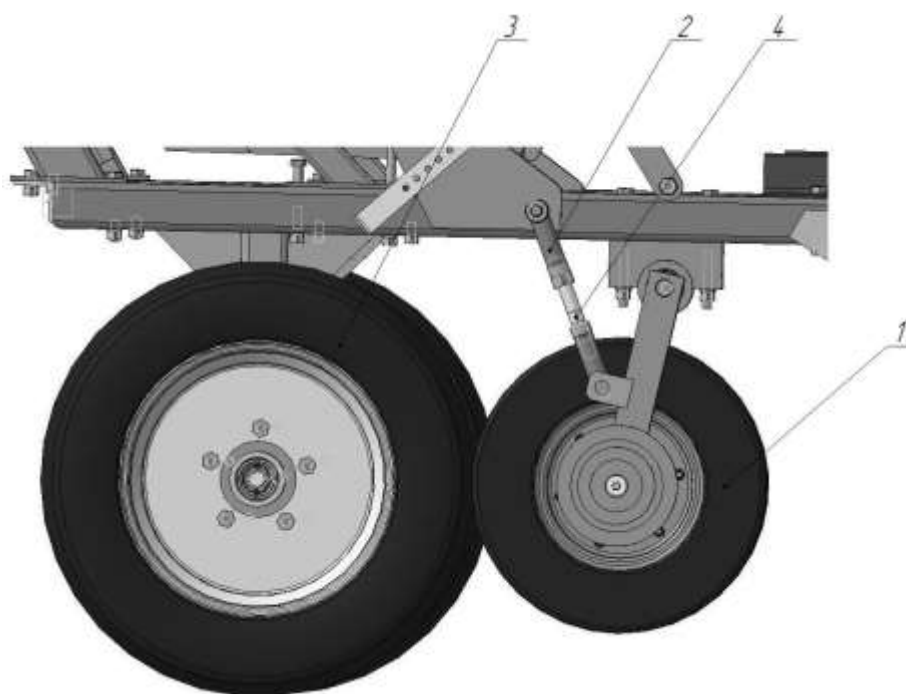

Рисунок 5. Регулировка приводного механизма.
5.10 Произвести привод транспортера и мотовила в рабочее положение (рис.5) при помощи винта 4 талрепа 5 подвести механизм привода 1 к опорному колесу 3 так, чтобы не было проворачивания колеса приводного механизма, зафиксировать гайкой.